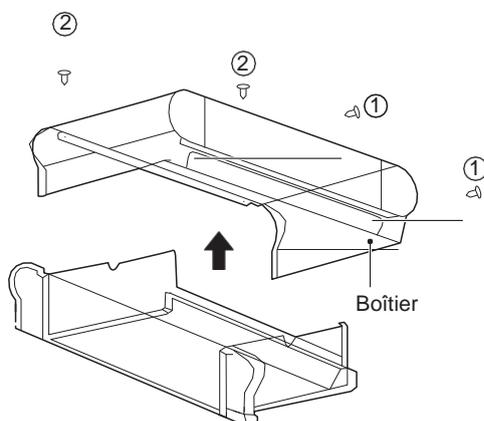

Fig 4-4 Enlever le boîtier
- Comme indiqué sur la Fig. 4-4, enlevez les vis ① * 2 et ② * 2 puis le boîtier.